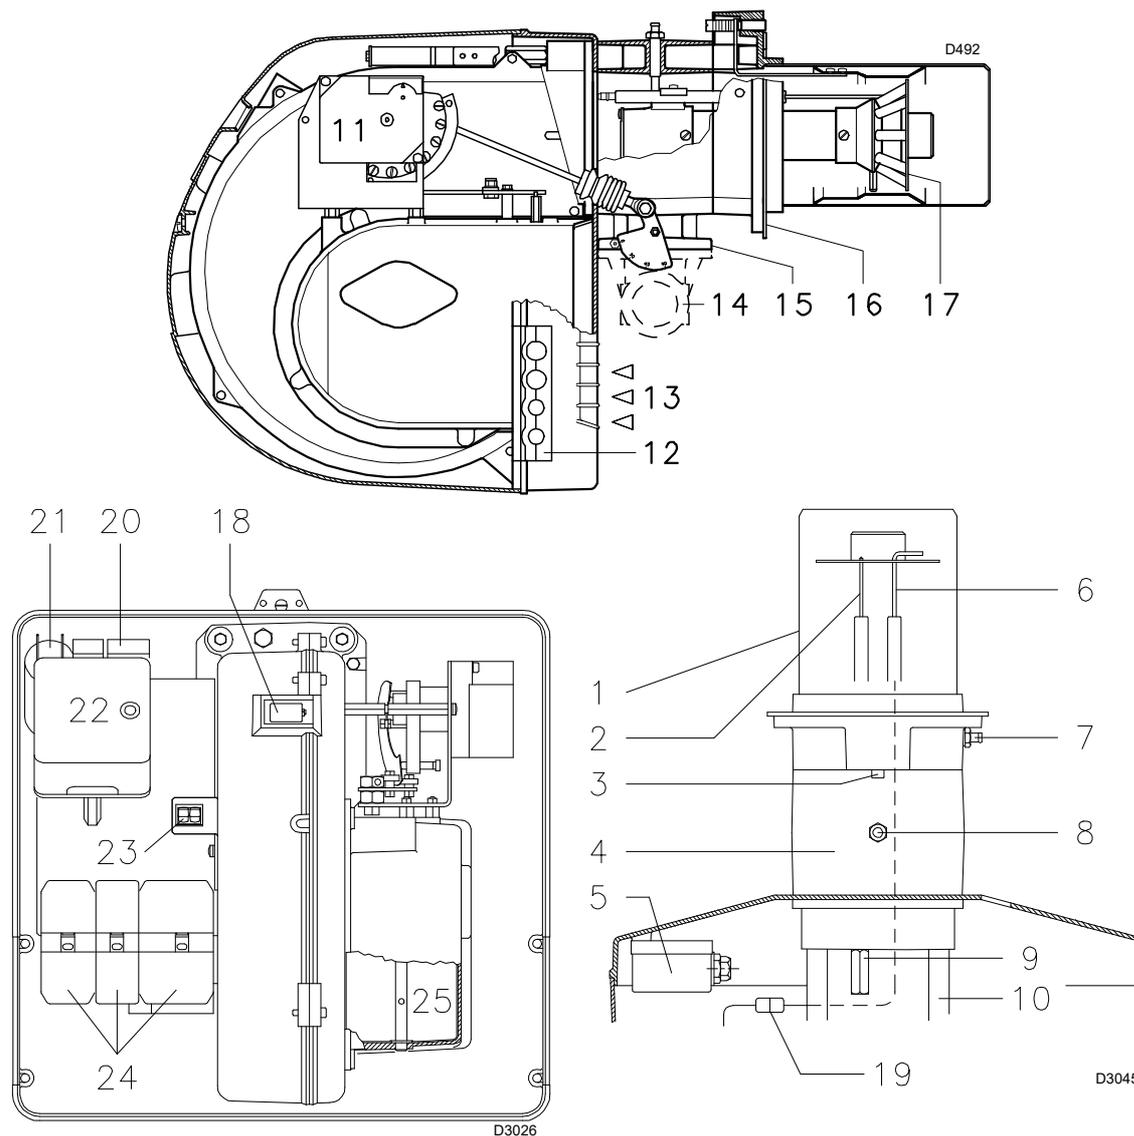

Fig. 4
- (1) Conditions de référence : Température ambiante 20° C - Température du gaz 15° C - Pression barométrique 1 013 mbar - Altitude 0 m s.n.m.
(2) Pression à la prise 8)(Fig. 4 à la page 12) avec pression zéro dans la chambre de combustion et à la puissance maximale du brûleur.
(3) Pression sonore mesurée dans le laboratoire de combustion du constructeur, avec le brûleur fonctionnant sur la chaudière d'essai, à la puissance maximale. La Puissance sonore est mesurée selon la méthode "Free Field", prévue par la Norme EN 15036 et la classe de précision "Accuracy : Category 3", comme décrit par la Norme EN ISO 3746.
(4) Embout : court-long
l'allumage du bouton (**LED rouge**) de la boîte de contrôle 22)(Fig. 4) signale que le brûleur est bloqué.
Pour déblocer, appuyer sur le bouton du relais thermique 20)(Fig. 4).